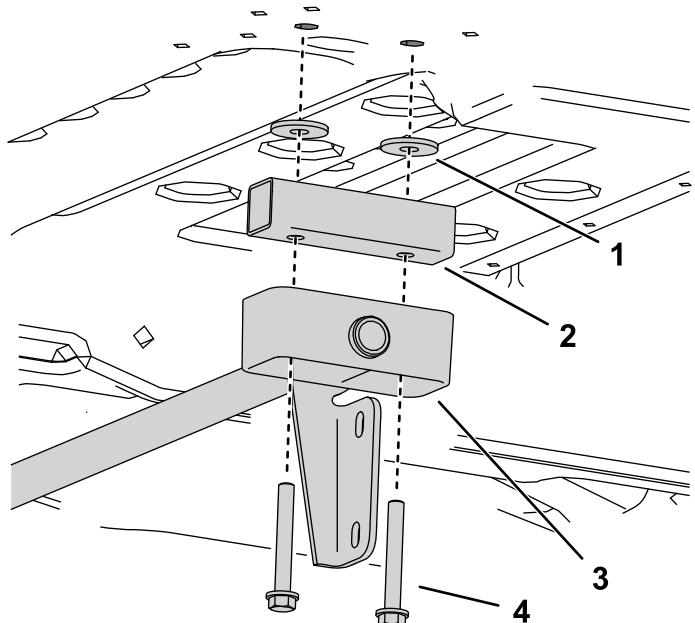

Figura 10
2. Alinee los espaciadores de los pivotes de la plataforma directamente por encima de los casquillos de los pivotes, e instale el soporte de giro en la plataforma de carga usando los tornillos largos (Figura 10).